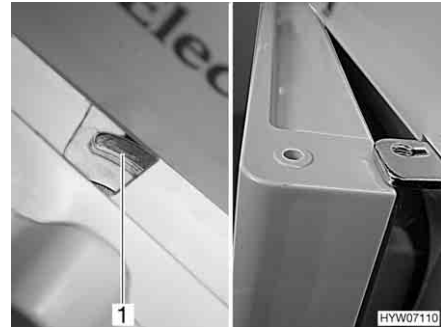

Bild 161 Kühlschranktür/Frosterfachtür in Lüftungsstellung (Dometic 7er-Reihe mit separatem Frosterfach)
- Verriegelung ganz nach rechts schieben. Die Kühlschranktür/Frosterfachtür ist mit Hilfe der Türarretierung (Bild 161,1) fixiert. Die Kühlschranktür/Frosterfachtür bleibt damit leicht geöffnet (Bild 161).